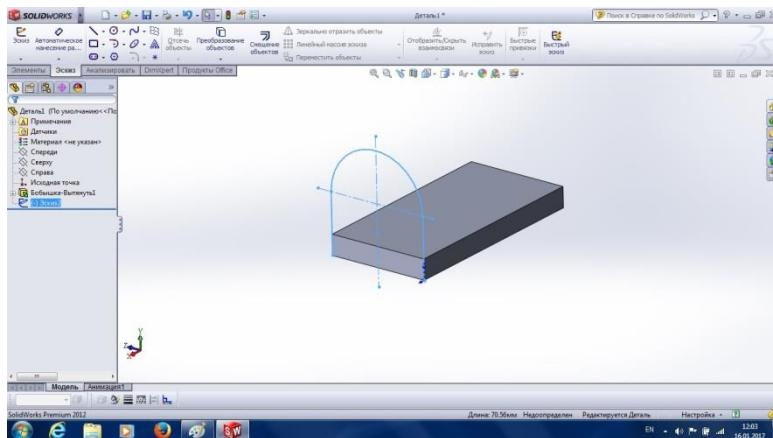

Рис. 3.7
- За допомогою нанесення необхідних розмірів робимо цей профіль визначеним (рис. 3.7).